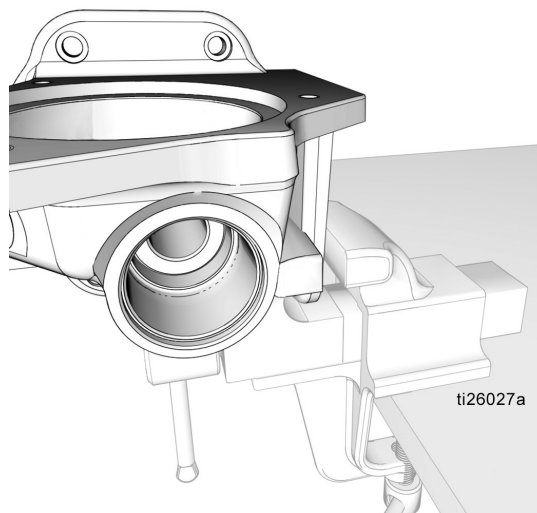

Рис. 39
- 4. Измените положение основания насоса (1) в тисках, как показано на Рис. 39.